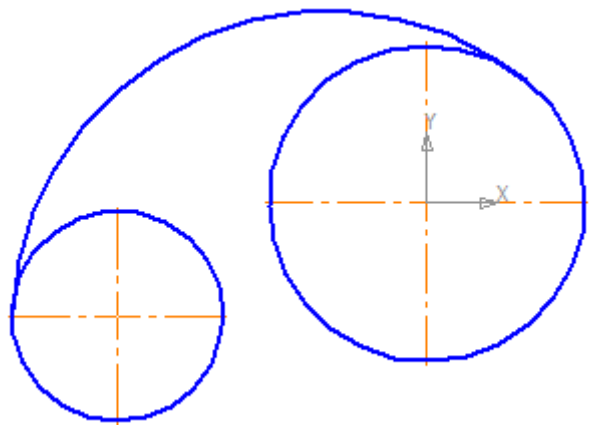

Рис. 11. Внутреннее сопряжение
- система построила внутреннее сопряжение (рис. 11).